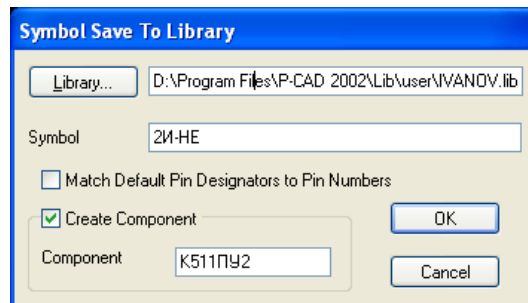

Рис. 4.20 - Запись УГО логического элемента «2И-НЕ» в библиотеку
- Для этого выполнить команду **Symbol / Save**, в появившемся окне **Symbol Save to Library** щелкнуть по кнопке **Library** и в открывшемся окне выбрать созданную ранее библиотеку **Ivanov.lib**. Установить флажок **Create Component** (Открыть компонент), и в появившееся поле **Component** ввести **K511ПУ2**. В поле **Symbol** набрать имя элемента «**2И-НЕ**» и нажать кнопку **OK** (см. рис. 4.20).